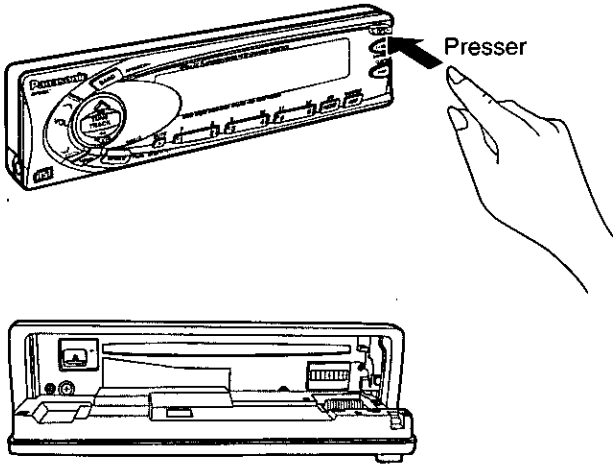

Fig. 4
- ① Couper le contact.
- ② Appuyer sur la touche d'ouverture **[OPEN]**. Le panneau avant amovible peut alors être ouvert. (⇒ Fig. 4)